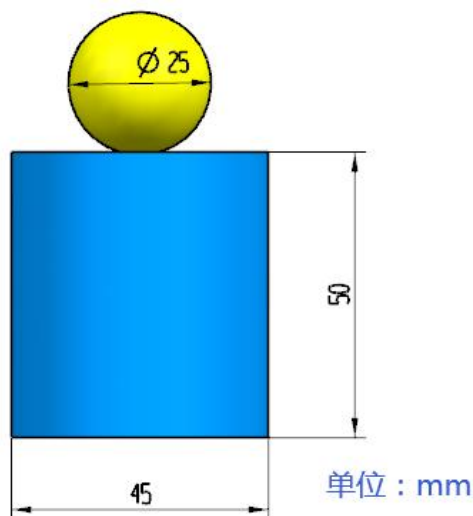

图4 环卫工人模型
4.1.1 比赛开始前，机器人上预装有 1 个“环卫工人”模型，模型如图 4 所示。